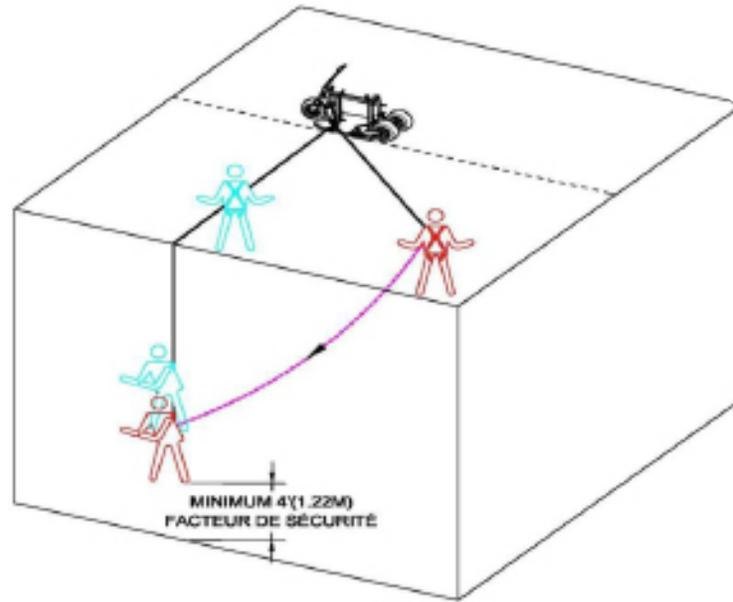

Figure 4
8. Positionnement sur le toit : L'utilisateur doit toujours s'assurer de positionner le système d'ancrage mobile Hercule de façon perpendiculaire à sa position de travail de manière à limiter l'effet de pendule en cas de chute de hauteur. Dans le cas où les travaux à exécuter nécessitent un positionnement décalé du système d'ancrage mobile Hercule, l'utilisateur devra toujours tenir compte des dangers de l'effet de pendule en cas de chute de hauteur lors de l'utilisation en mode antichute (arrêtes vives et obstacles de toute sorte). La corde d'assurance sera plus longue lorsque l'utilisateur est à angle plutôt que perpendiculaire par rapport au système d'ancrage mobile Hercule. (voir figure 4).